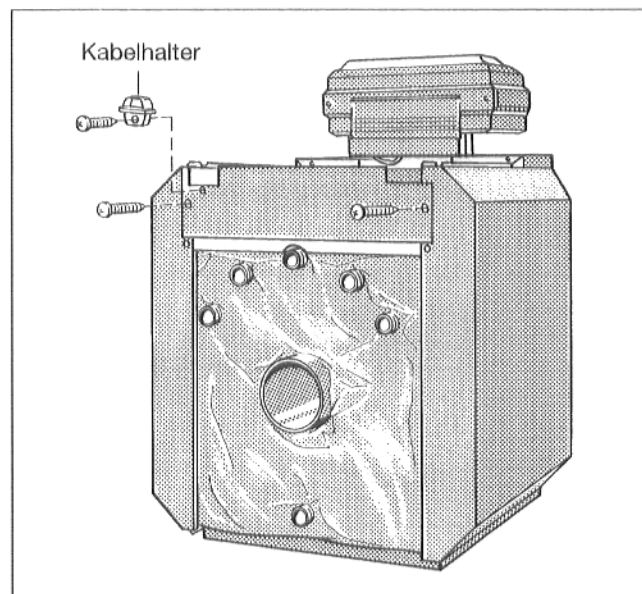

Abb. 23
- Kabelhalter mit Blechschaube links oder rechts an Kesselrückwand anschrauben (Abb. 23).
- Kesselrückwand mit 2 Blechschauben an Abkantung der Seitenwand anschrauben (Abb. 23).